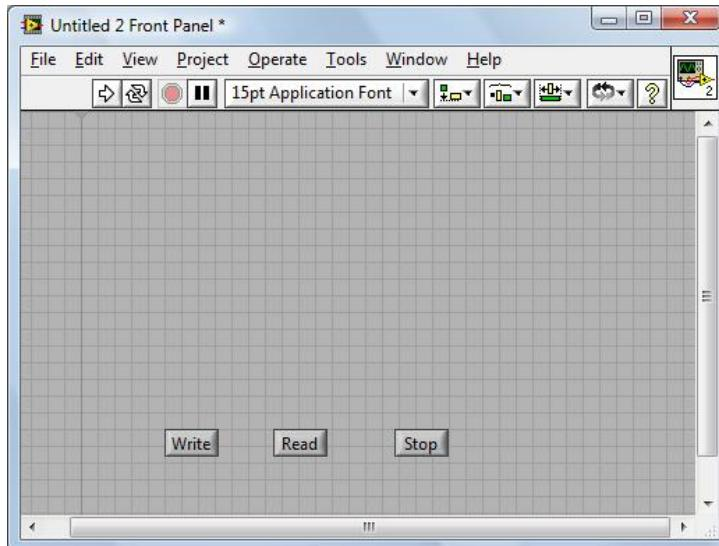

图 4-3-2
2. 从前面板选择 Controls>>Modern>>Boolean>>OK Button 放置 3 个按键分别定义为 Write, Read 和 Stop。如图 4-3-2 所示。